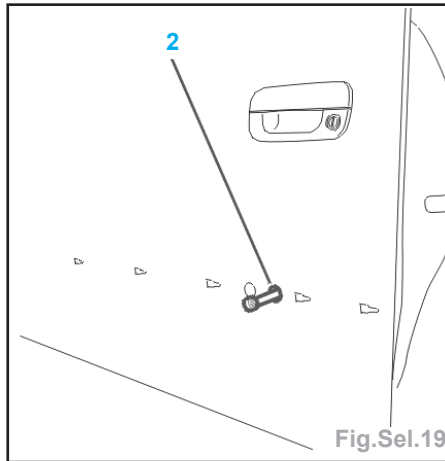
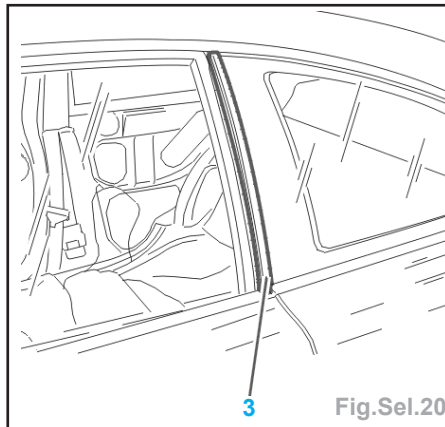

Fig.Sel.19
Fig.Sel.20
- agir sur les fixations de la vitre sur le chariot de guide arrière, en accédant par le trou (2) (Fig.Sel.19),
- régler ensuite les deux butées hautes du mécanisme en descendant la vitre et en accédant par les trous (1),
- vérifier l'appui de la vitre sur le joint dans toute la zone en contact (X).
- Déposer l'enjoliveur (3) extérieur de glace (Fig.Sel.20).